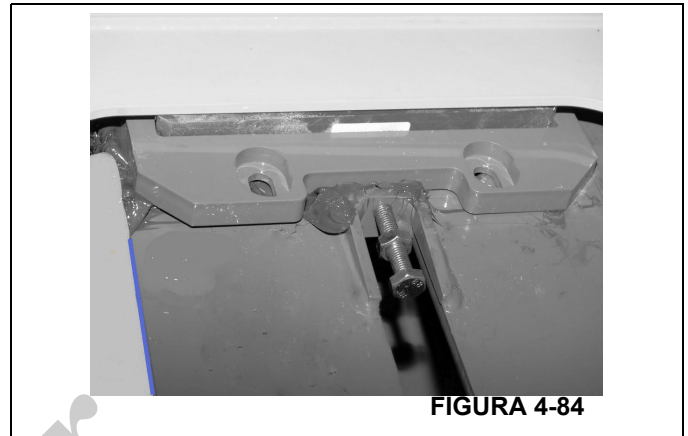

FIGURA 4-84
6. Instale el conjunto de ajuste de almohadillas de desgaste superiores dentro de la sección de la base, a través de la abertura superior trasera de acceso (Figura 4-84).